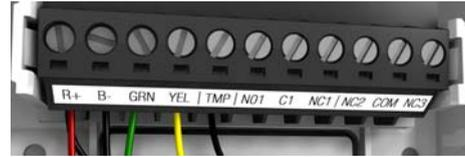

Figura 3: Cableado Digiplex
- Conecte la entrada de alimentación de 12 Vcc (rojo y negro) a sus terminales respectivos. Conecte el bus de comunicación Digiplex EVO en los terminales verde y amarillo (vea la Figura 3).